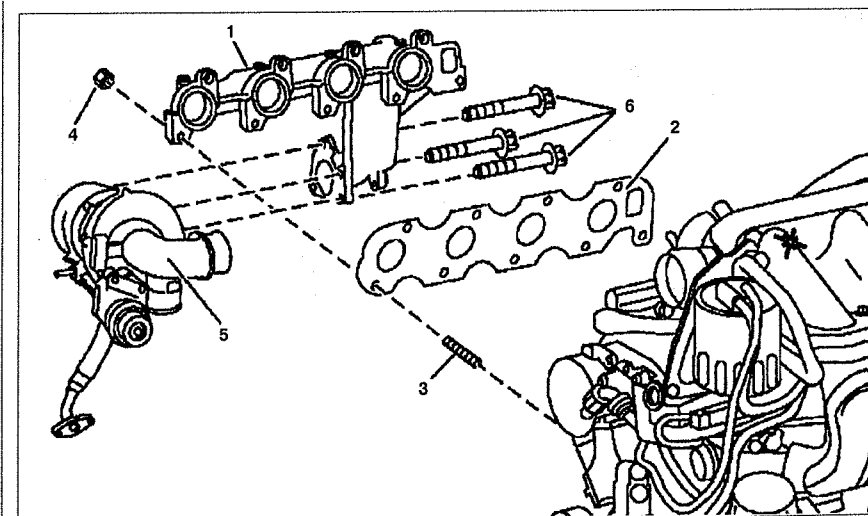

Рис. 5.9. Выпускной коллектор:
1. Снимите турбонаддув 5 (см.рис.5.9).